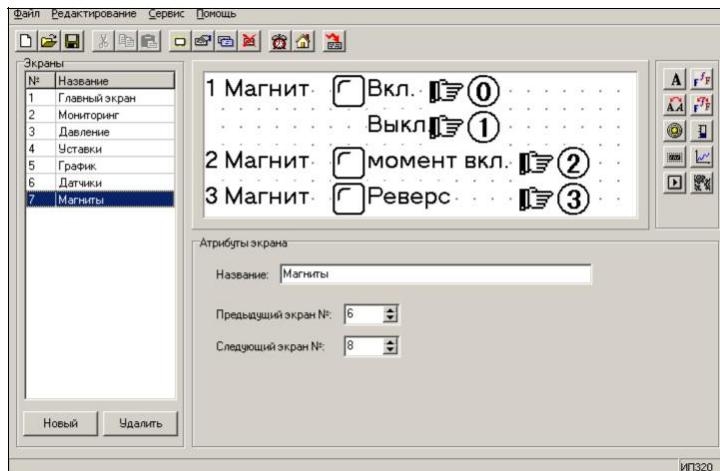

Рис. 7.16. Экран «Магниты»
14.1 Создать надписи «1 Магнит», «2 Магнит», «3 Магнит», «Вкл.», «Выкл.», «Момент вкл.», «Реверс» (см. рис. 7.16). Приемы ввода текста описаны в п. 4.3.